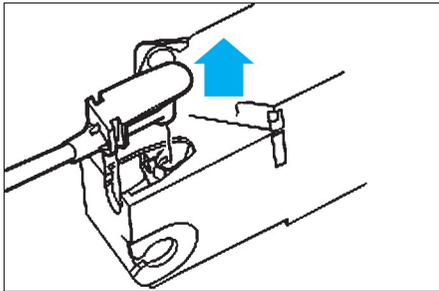

FIG. 62
- Débrancher le câble de poignée d'ouverture intérieur (Fig.62).
- Débrancher le câble de poignée d'ouverture intérieure (Fig.62).